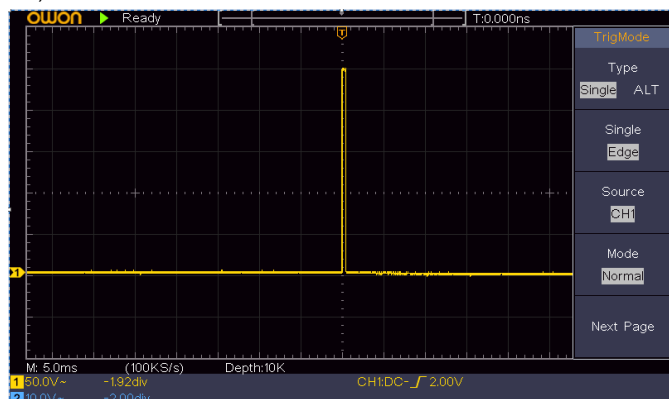

Рисунок 6.3. Обнаружение одиночного сигнала
- 12) Проверьте индикатор состояния запуска вверху дисплея. Если его состояние отличается от **Ready**, нажмите кнопку **Run/Stop**, чтобы начать сбор данных и ожидайте события запуска. Если сигнал достигнет уровня запуска, будут собраны данные для построения осциллограммы, которая отобразится на дисплее. С помощью такого подхода легко обнаружить случайный импульс. Например, если требуется обнаружить всплеск с высокой амплитудой, установите уровень запуска несколько выше, чем средний уровень сигнала, нажмите кнопку **Run/Stop** и ожидайте события запуска. При возникновении всплеска прибор автоматически запустит формирование осциллограммы. Поворотом регулятора «Scale» в поле «Horizontal» в области управления горизонтальной шкалой вы можете менять позицию запуска по горизонтали, чтобы внести отрицательную задержку, что позволит легко увидеть участок осциллограммы до момента всплеска (см. рисунок 6.3).